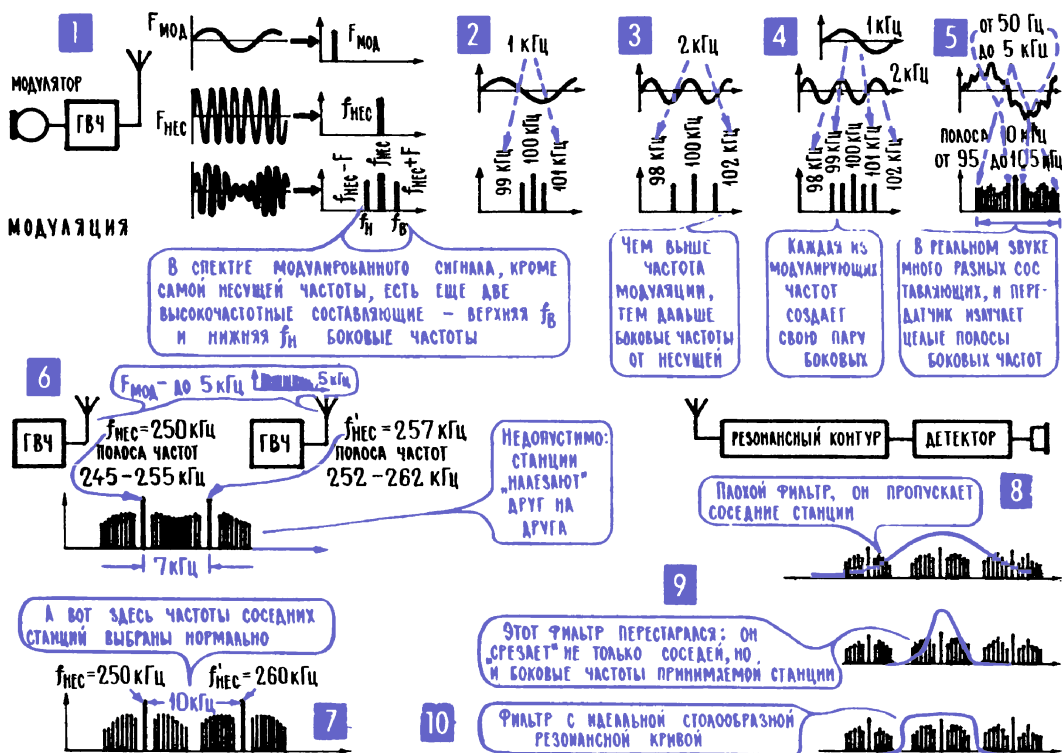

Рис. 13.4. Модуляция сигналов
7. В спектр модулированного сигнала входят составляющие несущей частоты и двух боковых частот (частотных полос). Пока нет модуляции, ток в передающей антенне – чисто синусоидальный ток. Но как только начнется модуляция, он уже перестает быть синусоидой в результате медленного изменения амплитуды (в процессе модуляции) высокочастотного тока, форма его несколько искажается. Короче говоря, модуляция есть процесс нелинейный, и в спектре модулированного сигнала появляются новые составляющие (гл. 8; 11). Математический анализ и точные измерения показывают, что эти составляющие появляются обязательно парами и что их частоты чуть выше и чуть ниже основной, или, как ее называют, несущей, частоты $f_{нес}$. При этом верхняя боковая частота f_v и нижняя боковая частота f_n отличаются от несущей ровно на частоту модуляции F (рис. 13.4).
Две боковые составляющие с частотами $f_{\text{В}}$ и $f_{\text{Н}}$ появляются в том случае, когда высокочастотный ток модулируется одним чисто синусоидальным низкочастотным сигналом. Если же таких модулирующих сигналов несколько, то каждый из них создаст свою пару боковых частот (рис. 13.4; 4). Реальный звуковой сигнал состоит из большого числа синусоидальных составляющих (гл. 7; 13), и при модуляции появляются целые полосы боковых частот (рис. 13.4; 5). Причем граничные боковые частоты – самая низкая из низших $f_{\text{Н мин}}$ и самая высокая из верхних $f_{\text{В макс}}$ – определяются высшей модулирующей частотой $f_{\text{макс}}$. Так, например, если несущая частота 100 кГц, а низкочастотный модулирующий сигнал имеет спектр от 200 Гц до 3 кГц (спектр речи), то получается $f_{\text{В макс}} = 103$ кГц и $f_{\text{Н мин}} = 97$ кГц. А если ту же несущую модулировать сигналом, спектр которого 50 Гц – 10 кГц (спектр музыки), то получаются уже такие граничные боковые частоты – верхняя $f_{\text{В макс}} = 100$ кГц и нижняя $f_{\text{Н мин}} = 90$ кГц.
сы частот зависит от того, каким сигналом модулирован высокочастотный ток: она равна удвоенной наивысшей частоте модуляции $F_{\text{макс}}$. В частности, при передаче речи (первый пример, полоса $\Delta F = 6$ кГц) передатчик излучает более узкую полосу частот, чем при передаче музыки (второй пример, полоса $\Delta F = 20$ кГц). Все это значит, что фильтр, который будет выделять нужную станцию, должен пропустить к детектору не только несущую частоту, но все боковые частоты, весь спектр модулированного сигнала, всю полосу частот, излучаемых передатчиком (рис. 13.4; 9, 10). И еще один вывод: нельзя назначать радиостанциям очень близкие рабочие частоты, нужно раздвигать несущие частоты так, чтобы спектр одного передатчика не налезал на спектр другого (рис. 13.4; 6, 7). Именно поэтому на некоторых диапазонах, не мешая друг другу, может работать очень много станций, а на других диапазонах мало.